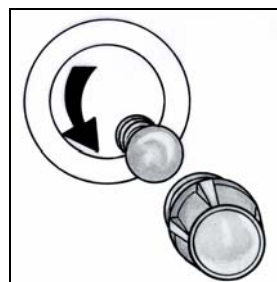

fig. 10
- Se deșurubează capacul din sticlă al duliei (fig.10).